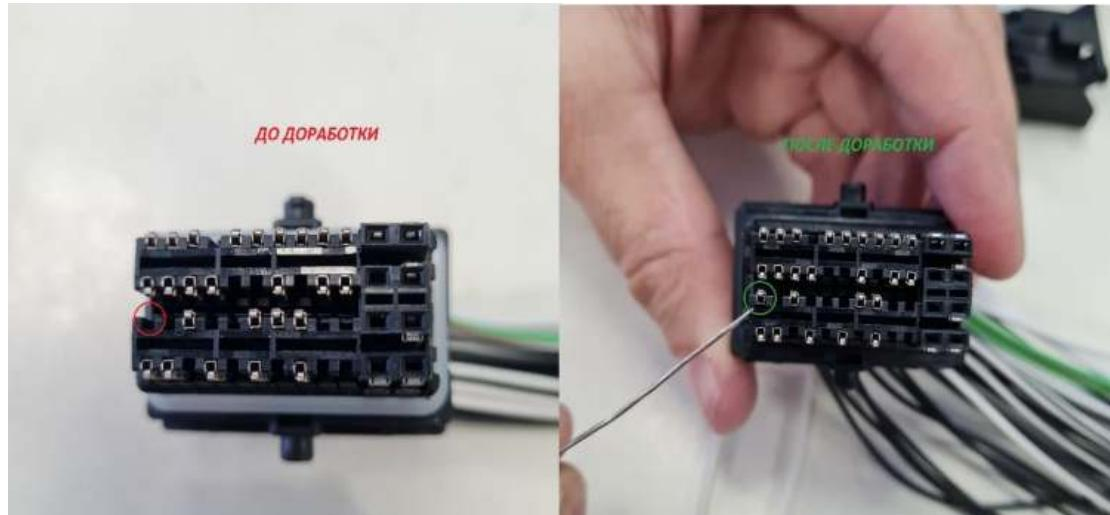

Рис.10.
13. Положение контакта в колодке до и после доработки (рис.10).